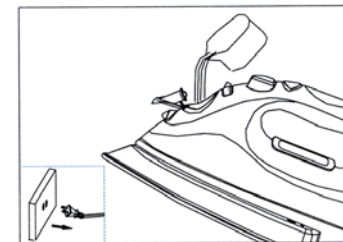

Fig. 1
1. Abra la tapa del tanque de agua. Sosteniendo la plancha levemente inclinada, vierta agua lentamente dentro de la entrada de agua. (Fig. 1). Llene el tanque hasta el nivel deseado o hasta el "MAX" usando el recipiente para el agua. (Puede medir la cantidad de agua en el tanque con la plancha en posición horizontal). **NO** llene de más el tanque. Cuando termine de llenarla, cierre la tapa del tanque de agua antes de continuar.